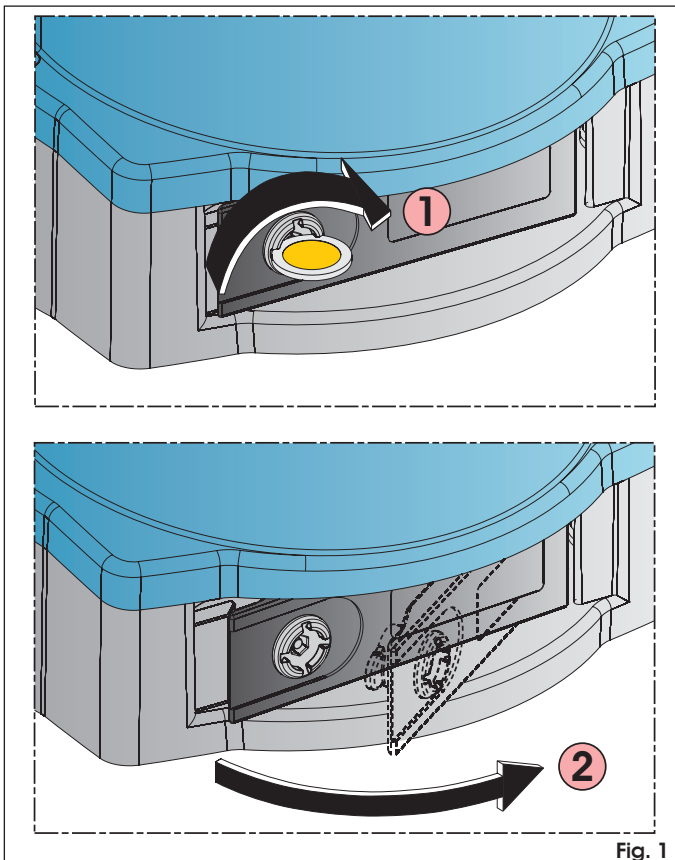

Fig. 1
2. Avec une pièce de monnaie, tourner la serrure en sens horaire jusqu'à son arrêt (Fig. 1 réf. ①)
3. Tirer le levier d'après la fig. 1 réf. ②